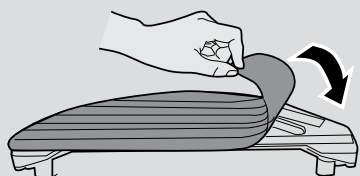

Abb. 15
3. Richten Sie den Wasserbehälter mit dem unteren Teil des Roboters aus und schieben Sie ihn in die richtige Position, bis Sie ein Klicken hören, was bedeutet, dass er korrekt befestigt ist. [Abb. 15]